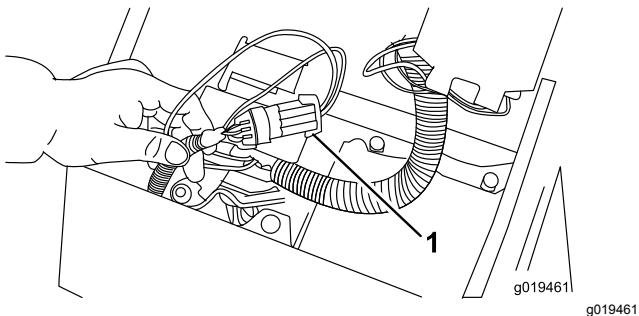

Bild 30
- Öffnen Sie die Abdeckung des Armaturenbretts. Ermitteln Sie den Kabelbaum und den Rückführungsstecker. Ziehen Sie den Rückführungsstecker vorsichtig aus dem Kabelbaumanschluss (Bild 30).